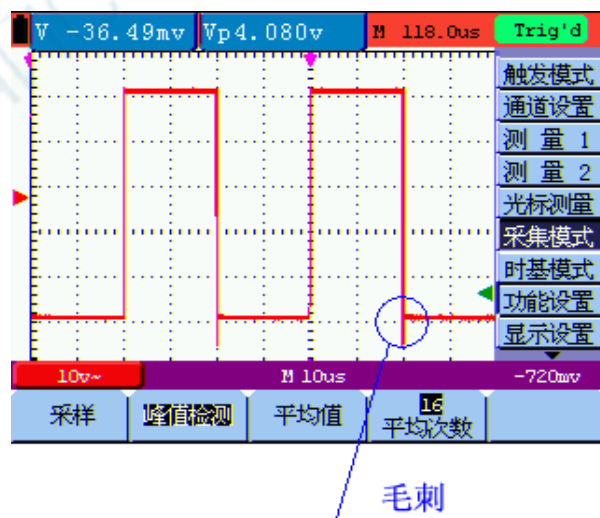

图 14: 峰值检测
- 按 **F2** 键，选择 **峰值检测**。这时你可以测量尖峰脉冲。见图 14: